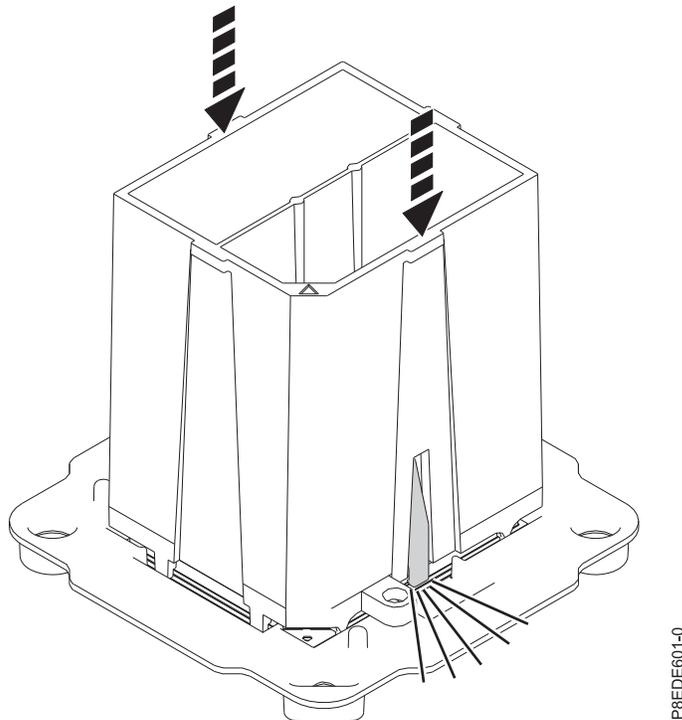

Abbildung 13. Ersatzsystemprozessormodul im Ausbauwerkzeug einrasten lassen
4. Drücken Sie das Werkzeug an den durch die Pfeile angezeigten Positionen nach unten, um das Systemprozessormodul im Ausbauwerkzeug einrasten zu lassen. Siehe Abb. 13 auf Seite 15. Drücken Sie die blauen Lösehebel nicht. Tun Sie dies erst, wenn Sie dazu aufgefordert werden.